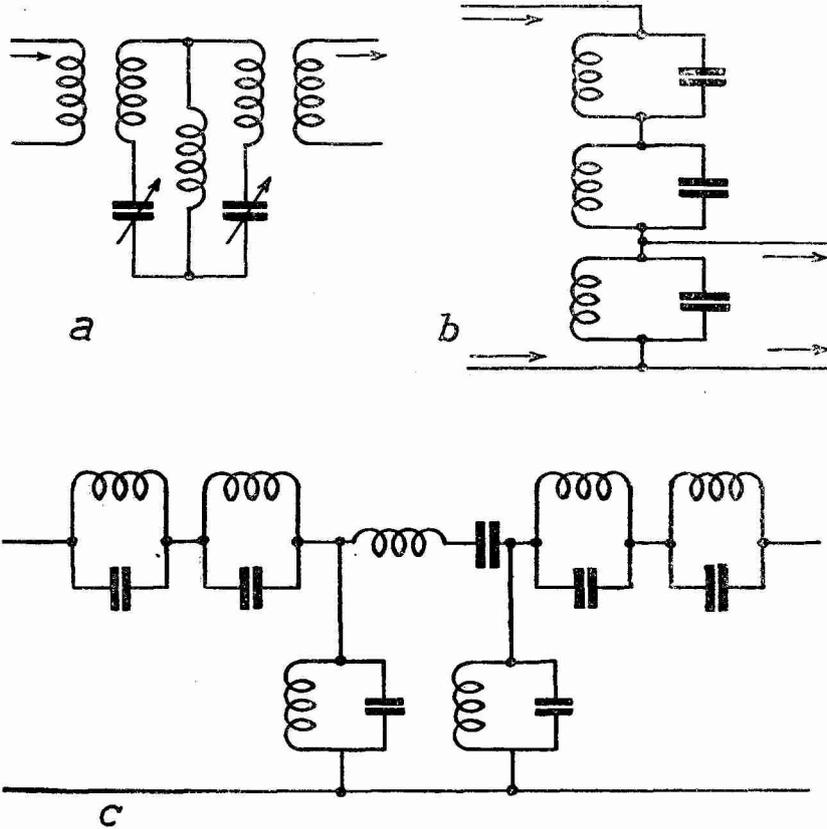

Fig. 10. — Dispositifs sélectifs de Vreeland en a, de Blanchard en b, et filtres à plusieurs cellules en c.
Un appareil à changement de fréquence à filtres de bande simplifiés de *Filtrodyne* était décrit dans le numéro 72 de la revue, mais on adopte dans les appareils professionnels des filtres plus complexes dont la figure 10 en indique quelques-uns à titre documentaire (1).
(1) Nos lecteurs, un peu techniciens, s'intéressant à la question complexe des